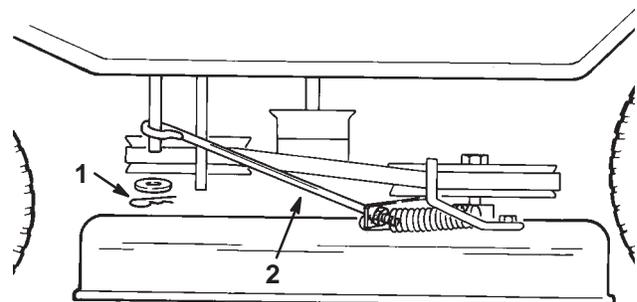

Bild 38
- Entfernen Sie den Splint und die Scheibe vom Messerregelarm links am Schneidwerk (Bild 38). Schieben Sie die Stange vom Arm herunter.